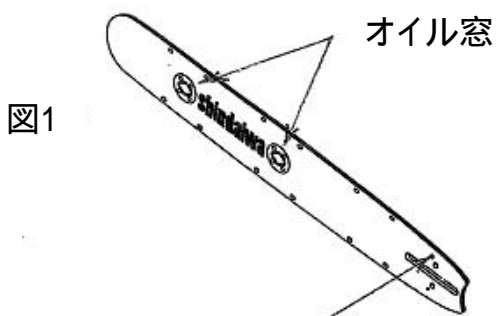

図1
(1) 本体よりガイドバーをはずすと図1のようになっています。